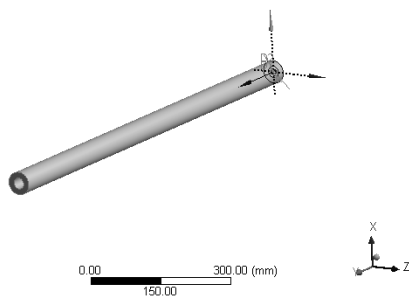

图 14-10 拉伸
Step8: 单击工具栏中的  Extrude 拉伸按钮, 如图 14-10 所示, 在 Details View 面板中 Geometry 确定 Sketch1 被选中, 在 Depth 栏中输入拉伸长度为 1000mm, 然后单击工具栏中的  Generate 按钮, 生成几何模型。